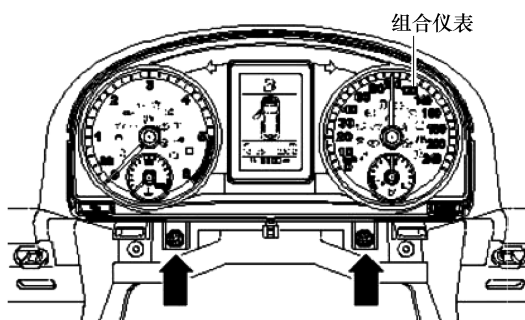

图 5-2-1 拆卸仪表
5) 旋出组合仪表的固定螺钉箭头并从仪表板内拉出组合仪表, 如图 5-2-1 所示。